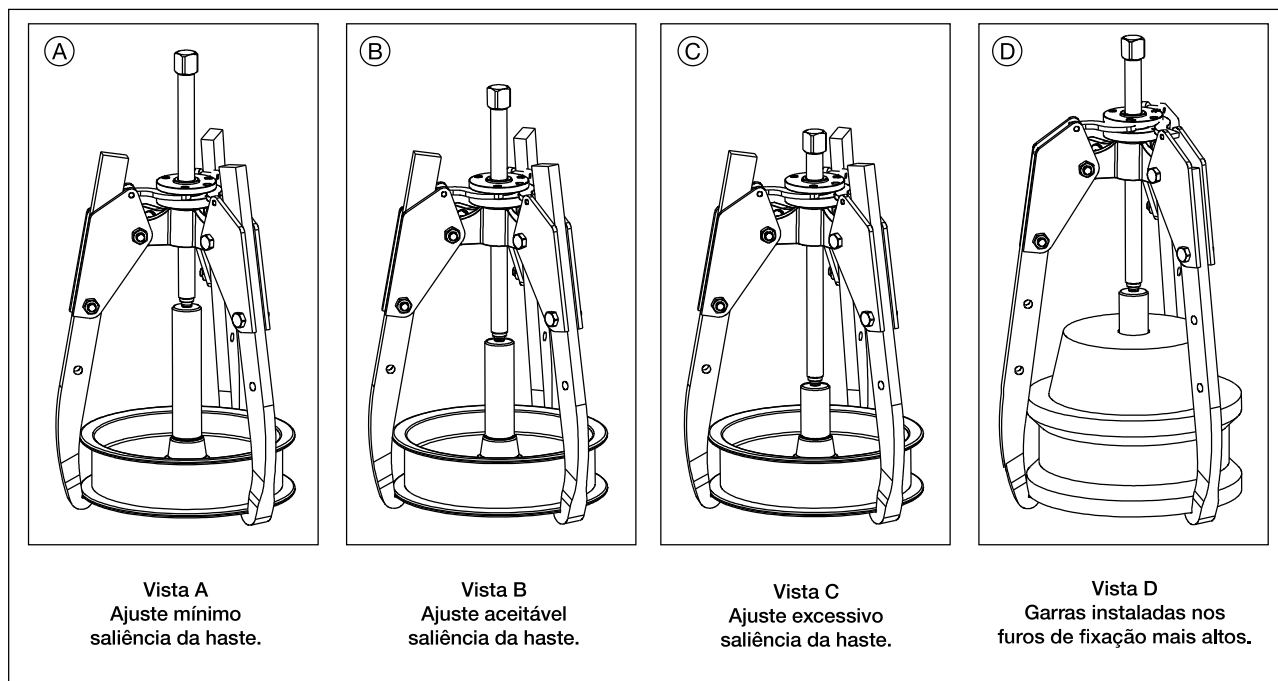

Figura 6, Posições de montagem da garra e ajuste de altura da haste
- Quando a haste de ajuste é girada no sentido horário, ela se projeta uma de distância aumentada abaixo do corpo do extrator. O comprimento da haste que está sob carga aumenta, e existe maior chance de que a haste se dobre durante a operação do extrator. Veja a Figura 6, Vistas A, B e C.
- Instale as garras usando o conjunto de furos de montagem mais alto somente se for necessário fornecer maior espaço livre para grandes componentes. Veja a Figura 6, Vista D.